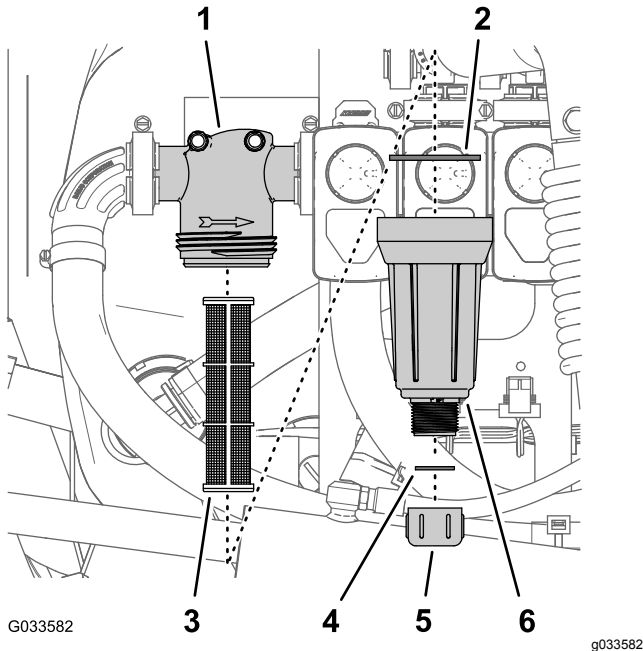

Bild 92
2. Stellen Sie eine Auffangwanne unter den Druckfilter (Bild 92).
3. Drehen Sie die Ablassschraube nach links und nehmen sie von der Glocke des Druckfilters ab (Bild 92).
4. Drehen Sie die Glocke nach links und nehmen den Filterkopf ab (Bild 92).
5. Entfernen Sie den alten Druckfiltereinsatz (Bild 92).
6. Prüfen Sie die Dichtung für die Ablassschraube (in der Glocke) und die Dichtung für die Glocke (im Filterkopf) auf Beschädigungen und Abnutzung (Bild 92).
7. Setzen Sie den neuen Druckfiltereinsatz in den Filterkopf ein (Bild 92).
8. Befestigen Sie die Glocke am Filterkopf und ziehen sie mit der Hand an (Bild 92).
9. Befestigen Sie die Ablassschraube am Anschlussstück unten an der Glocke und ziehen sie mit der Hand an (Bild 92).